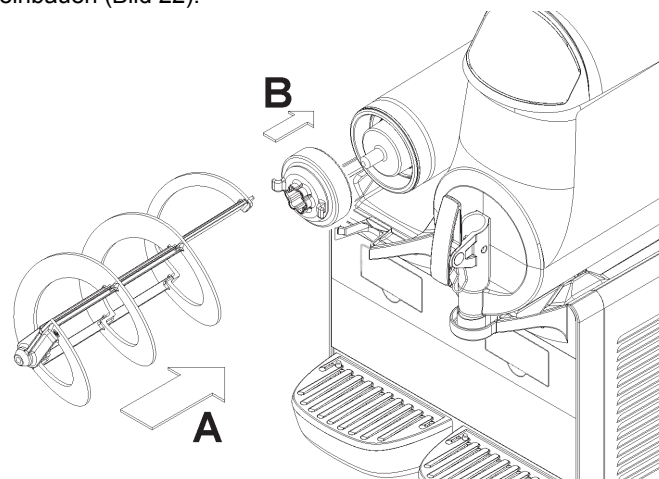

Bild 22
- 5** Den Sechskantanschluss und dann den Rührarm wieder einbauen (Bild 22).